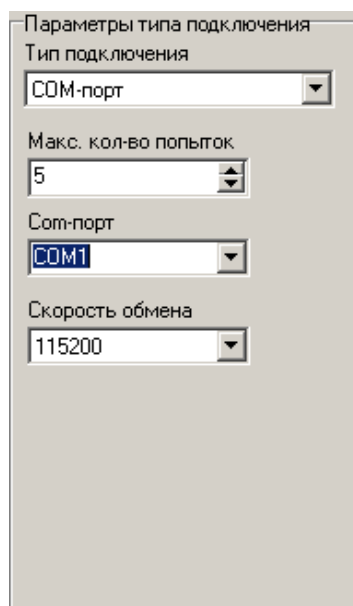

Рисунок 4.9 – Тип подключения "COM-порт"
4.4.3 Организация связи по интерфейсам RS-232/RS-485. Для организации подключения по интерфейсам RS-232/RS-485 необходимо в качестве типа подключения выбрать "COM-порт" (рисунок 4.9). Данный тип подключения имеет следующий набор параметров: